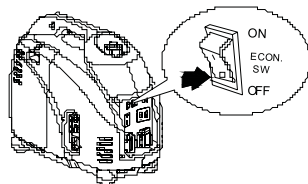

Рис. 13
- Переключатель в экономный режим должен быть в положении «OFF» (Рис.13).